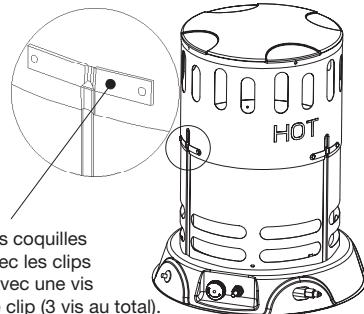

Figure 4
4. Verrouillez les clips au moyen des trois vis, tel qu'illustré. L'appareil ne doit pas fonctionner à moins que les coques extérieures soient complètement ouvertes et verrouillées en position. (Voir Figure 4)